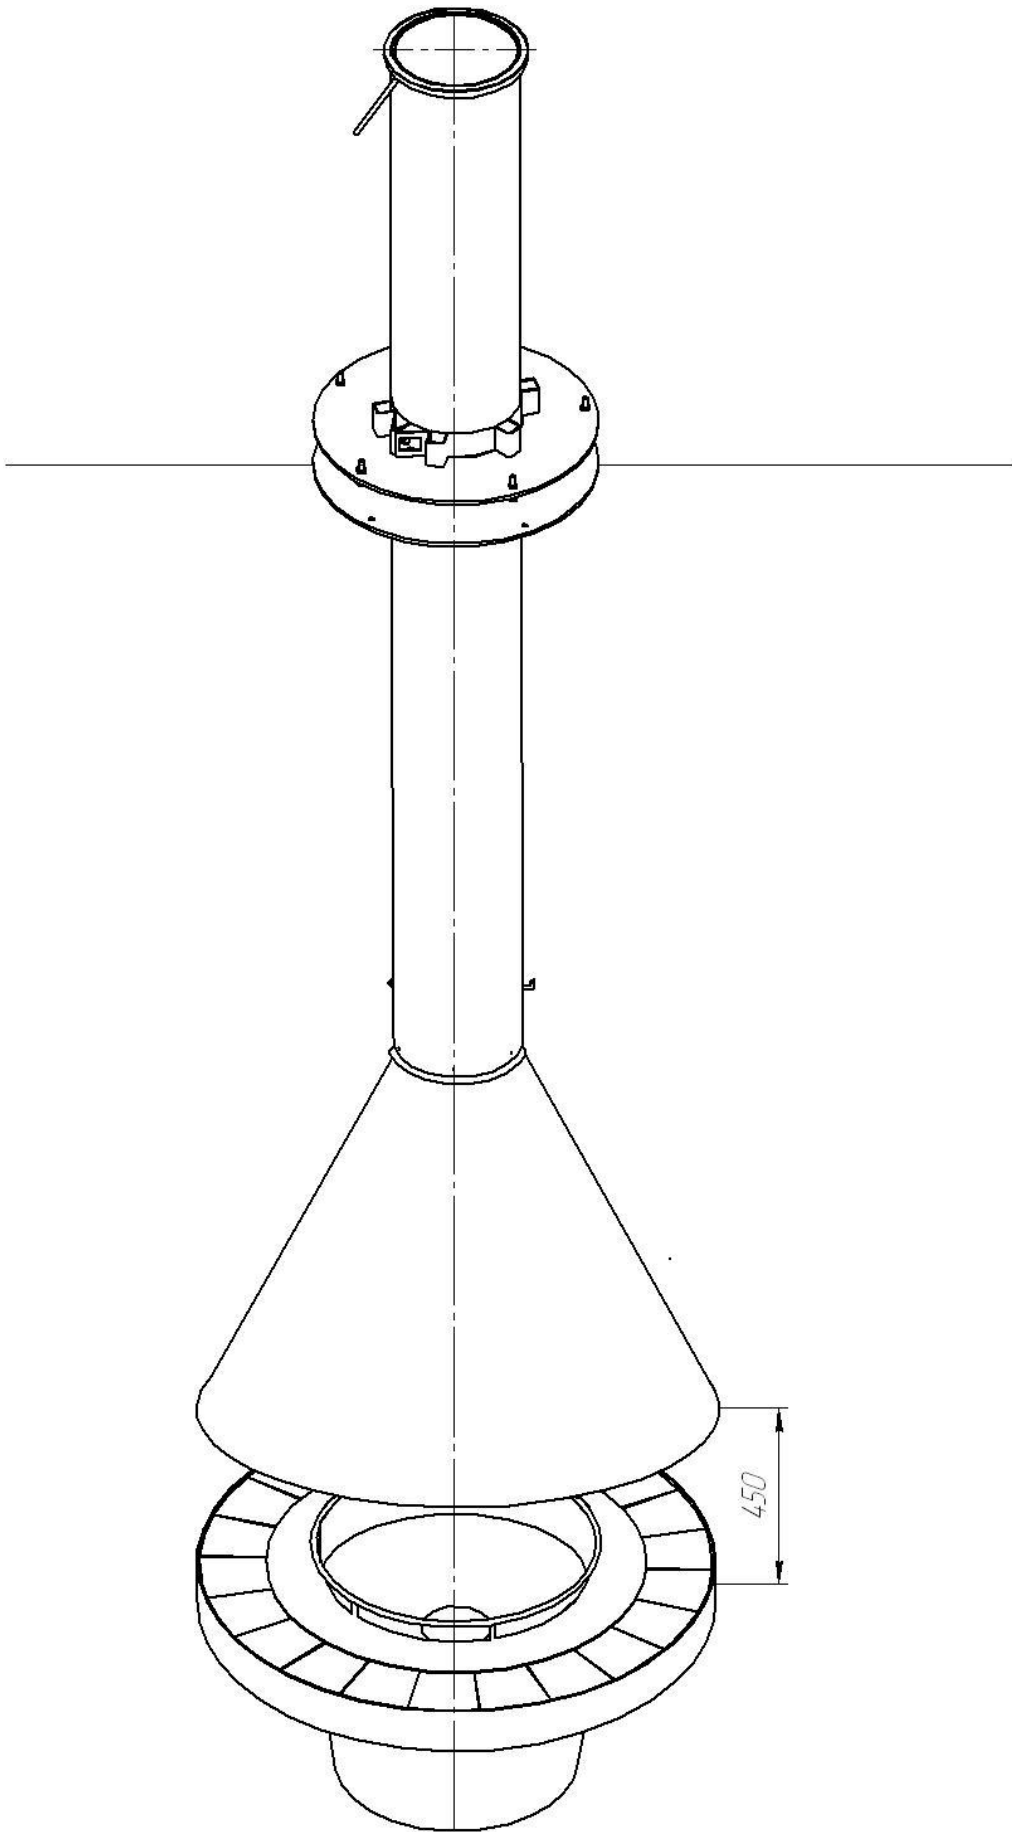

Рис.5
**Внимание:** Рекомендуемое расстояние от нижней точки тумбы до до верхней точки купола должно составлять не более 450мм. См. Рис.5